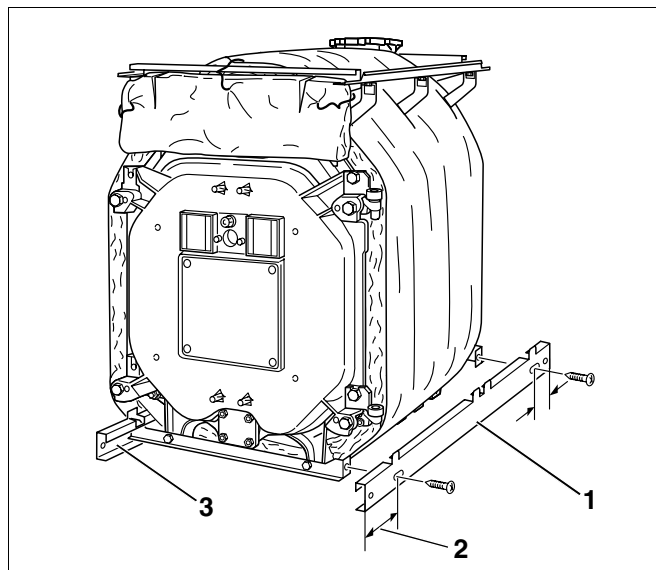

Fig. 47 Montering af sokkelskinner i siden
- Hægt sokkelskinnerne (fig. 47, **pos. 1** og **3**) fast i de nederste traverser med det lange fremspring fremad (fig. 47, **pos. 2**).